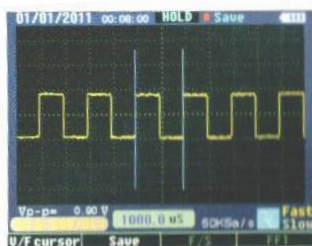

Рис. 2-11-1
3. Режим отображения частоты и цикличности также включается в момент срабатывания левого/правого курсора. Левый курсор отображает частоту, правый курсор – цикл. См. рис. 2-11-1.